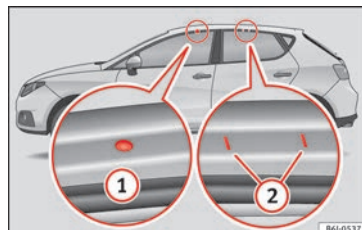

Abb. 150 Modell IBIZA: Befestigungspunkte der Längsträger für den Dachgepäckträger.
Die vorderen und hinteren Befestigungspunkte ① und ② sind nur bei geöffneten Türen sichtbar »» **Abb. 150.**